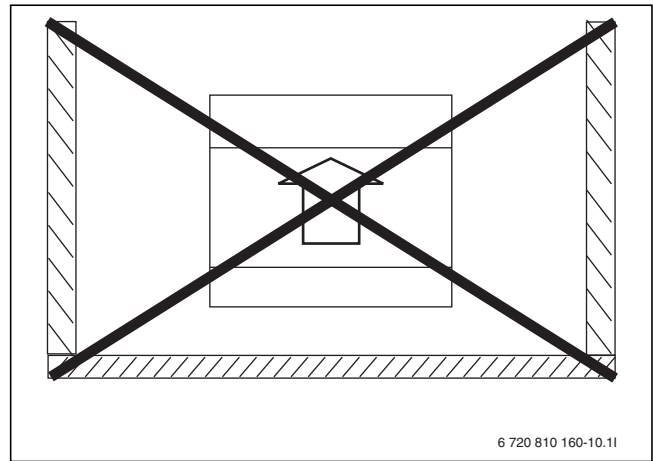

Bild 10 Placering med omslutande väggar ska undvikas
- Installera inte värmepumpen i en vrå där den omsluts av väggar på 3 sidor (→ Bild 10).
Placering i vrå eller med omslutande väggar kan leda till förhöjd ljudnivå och onormal försmutsning av förångaren (→ Bild 10).